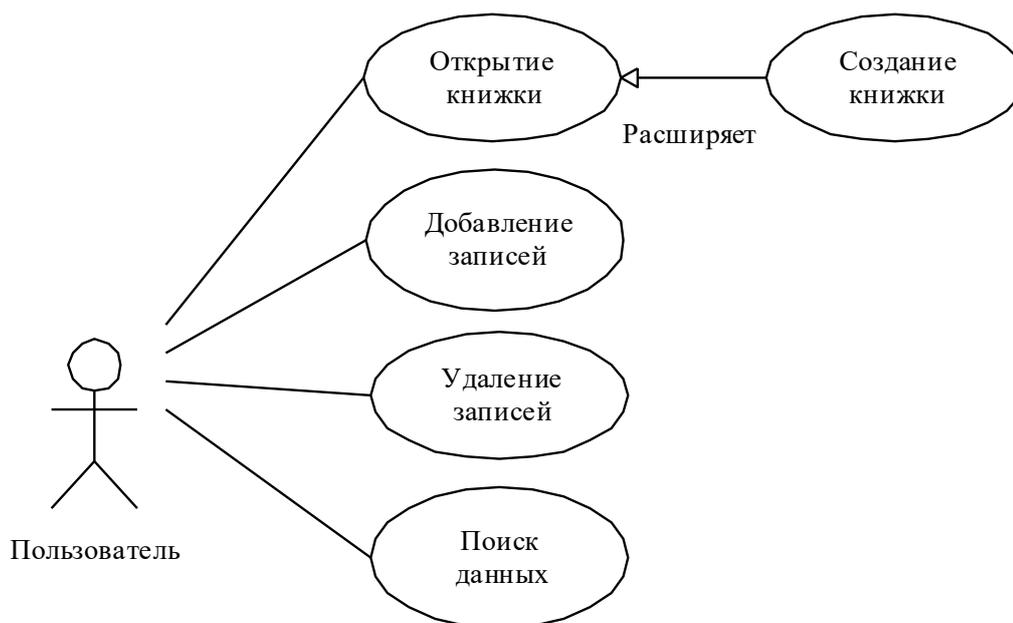

Рисунок 1 – Диаграмма вариантов использования
- сценариев использования и диаграммы вариантов использования (рисунок 1);